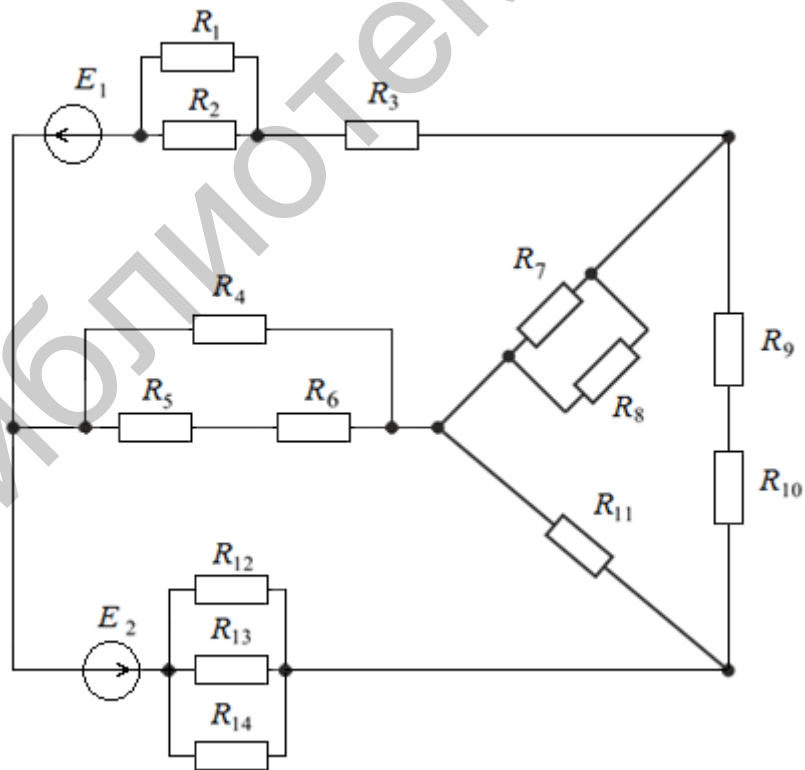

Рис. 84
17. В электрической цепи (рис. 84) произвести эквивалентные преобразования сопротивлений и для преобразованной схемы составить систему уравнений для токов в ветвях по законам Кирхгофа, если $E_1 = 10$ В, $E_2 = 20$ В, $R_1 = R_3 = R_5 = R_7 = R_9 = R_{11} = R_{13} = 1$ Ом, $R_2 = R_4 = R_6 = R_8 = R_{10} = R_{12} = R_{14} = 2$ Ом.